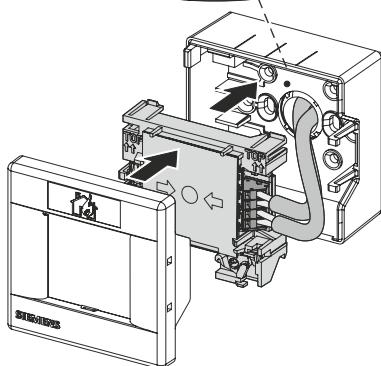

Fig. 3
2. Determine the entry opening(s) in the back box (3).
With recess-mounted cable entry: Breakout point in back box (3) (Fig. 3).
2. Pull the cable through the entry opening into the back box (3) (Fig. 3).
4. Close the back box (3) with the housing cover (2) (Fig. 3).
5. When inserting the switching unit into the back box (3), note the feed line. Avoid crushing the feed line.
6. Insert the switching unit into the back box (2) with the word 'TOP' facing upwards (Fig. 3).
7. Press the switching unit firmly into the back box (3).
2. Bestimmen Sie die Zuleitungsöffnung(en) im Gehäuseboden (3).
Bei Unterputz-Kabeleinführung: Ausbruchstelle im Gehäuseboden (3) (Fig. 3).
2. Ziehen Sie das Kabel durch die Zuleitungsöffnung in den Gehäuseboden (3) ein (Fig. 3).
4. Verschließen Sie den Gehäuseboden (3) mit dem Gehäusedeckel (2) (Fig. 3).
5. Achten Sie beim Einführen des Schaltungseinsatzes in den Gehäuseboden (3) auf die Zuleitung. Vermeiden Sie Quetschungen der Zuleitung.
6. Setzen Sie den Schaltungseinsatz mit der Beschriftung 'TOP' nach oben gerichtet in den Gehäuseboden (3) ein (Fig. 3).
7. Drücken Sie den Schaltungseinsatz fest in den Gehäuseboden (3) ein.